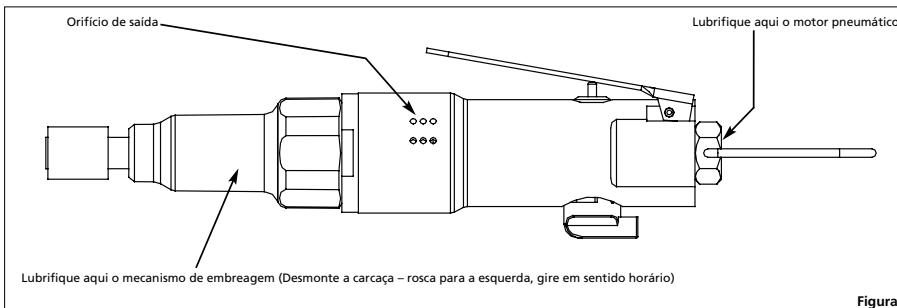

Figura 1
3. Conecte a ferramenta pneumática à fonte de suprimento de ar e cubra o orifício de exaustão com uma toalha (veja a figura 1). Coloque a ferramenta pneumática em funcionamento em ambas as direções durante 7-10 segundos. Ocorre a descarga de óleo do orifício de exaustão quando se aplica a pressão pneumática.